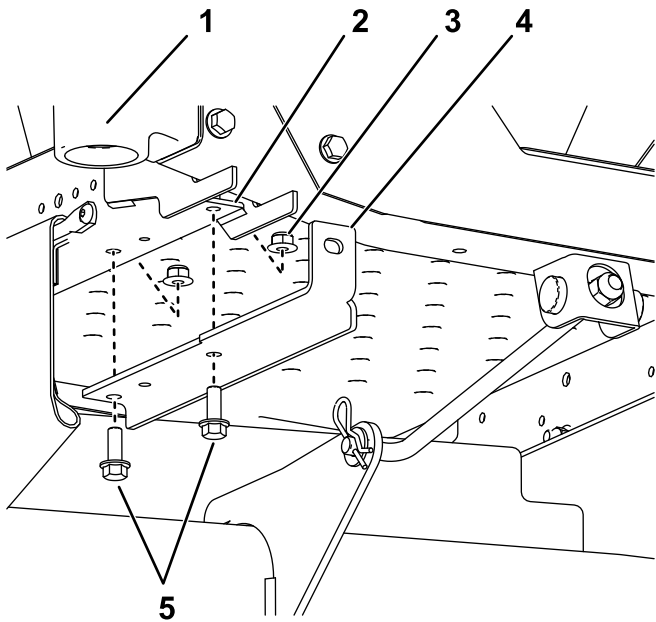

図 4
1. フレームの下にウェイト用ブラケットを取り付けるボルト $\frac{3}{8}$ x 1"2本とロックナット $\frac{3}{8}$ "2個を使用して 図 4 のように取り付ける。